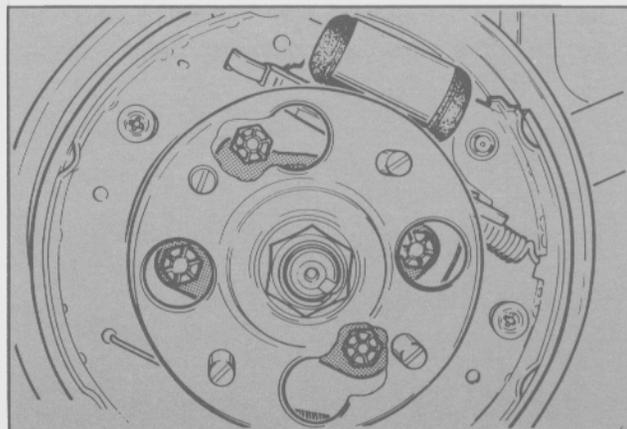

Fig. 53. Montaje de la maza de rueda al brazo inferior (4 tornillos)
- Montar la maza portarrodamientos en su posición y ajustar los tornillos al torque indicado (Fig. 53).